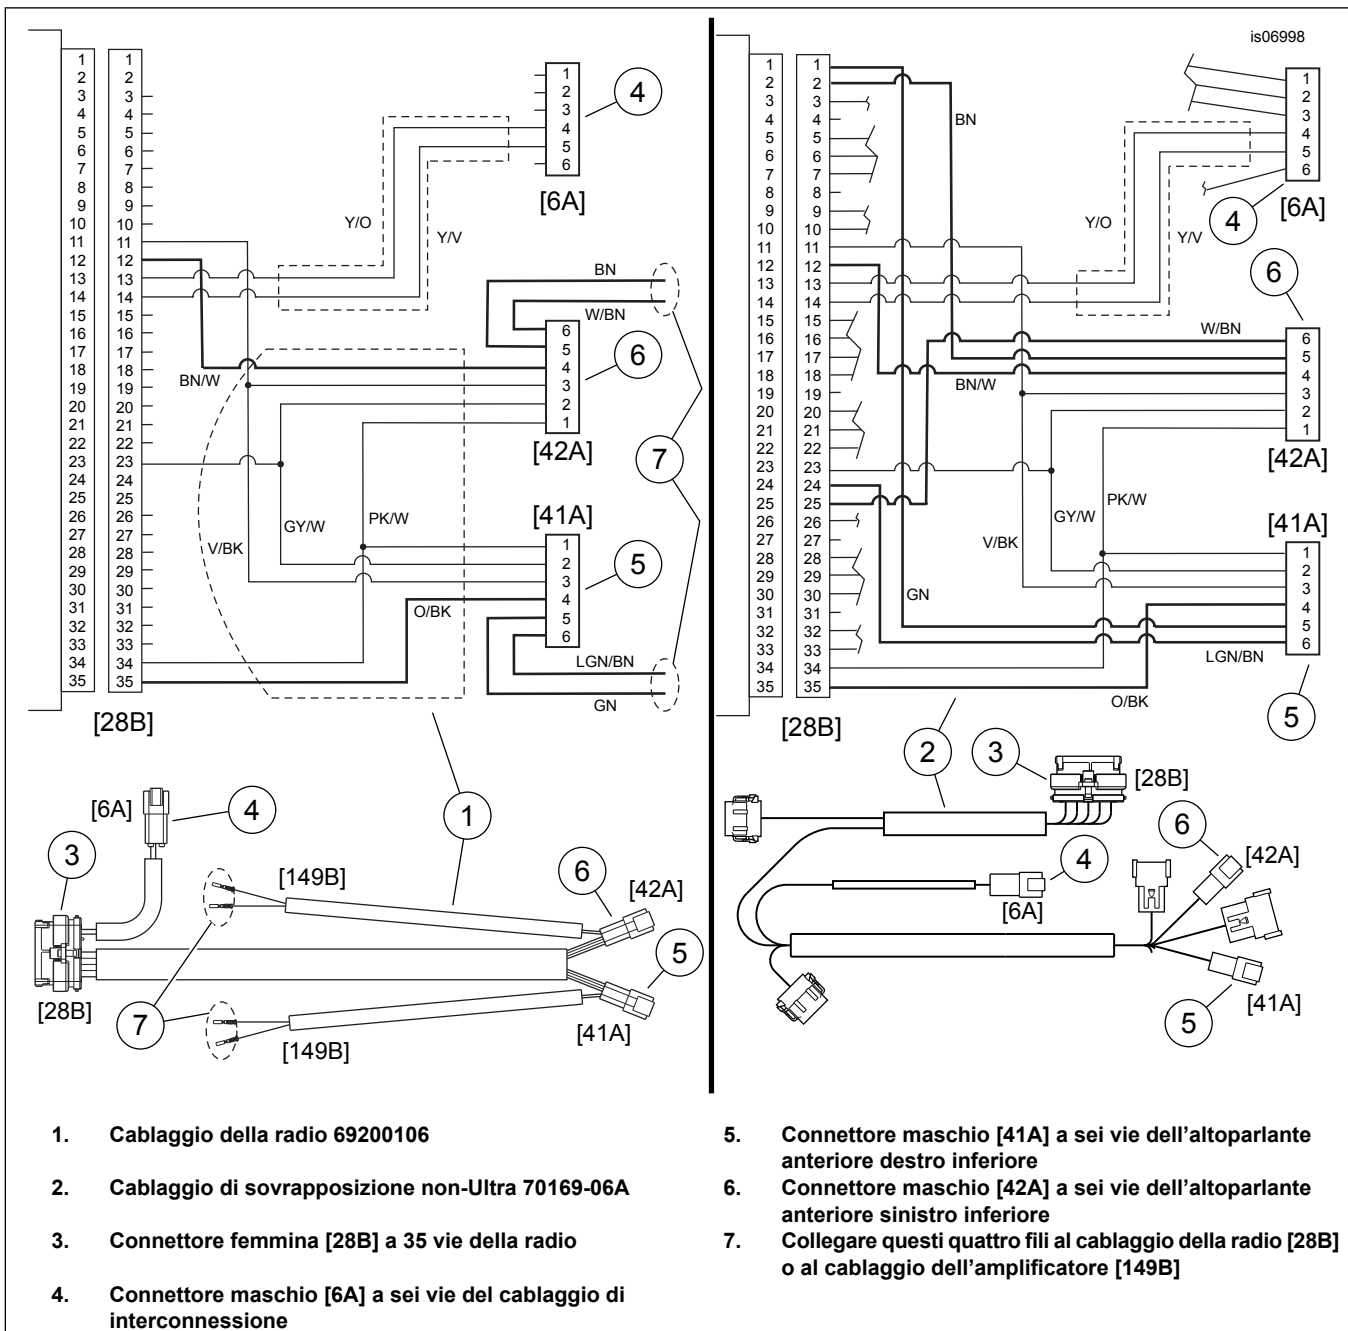

Figura 2. Schemi elettrici del cablaggio della radio/del cablaggio di sovrapposizione non-Ultra
1. Vedere Figura 2. Se non è stato ancora fatto, collegare la parte femmina a 35 vie [28B] (3) del cablaggio della radio (1) o del cablaggio di sovrapposizione non-Ultra (2) nel retro della radio. Collegare la parte maschio a sei vie [6A] (4) al cablaggio di interconnessione del veicolo. Fissare con le fascette fermacavi.